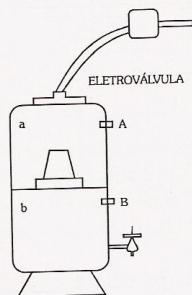

Figura 4.21
- 4.3.1 - Elabore um circuito lógico que permita encher automaticamente um filtro de água de dois recipientes e vela, conforme desenho na figura 4.21. A eletroválvula permanecerá aberta quando tivermos nível 0 na saída do circuito, e permanecerá desligada quando tivermos nível 1. O controle será efetuado por dois sensores A e B, colocados nos recipientes a e b respectivamente.